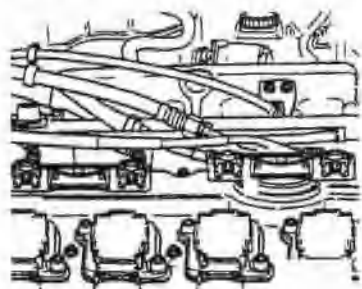
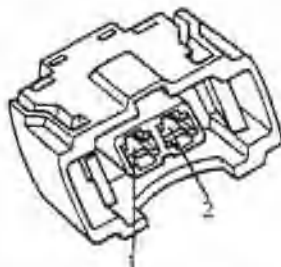

图 2.11 拔下喷油器的连接插头
图 2.12 将二极管检查灯与汽缸插头的触点 1 和接地点相连接
① 从点火线圈的功率终端极上拔下三针插头,拔下喷油器的连接插头,如图 2.11 所示。
② 将二极管检查灯 V.A.G1527 用测试辅助导线 V.A.G1594 连接到 1 缸插头的触点上。启动发动机,发光二极管必须闪烁,同时检查 1 缸喷油器的电压供应。按照上述方法,检查 2、3、4 缸的喷油器,然后关闭点火开关。
③ 如果发光二极管在所有汽缸喷油器检查中都不闪烁,应该继续进行检查,如图 2.12 所示,将二极管检查灯与汽缸插头的触点 1 和接地点相连接,启动发动机,发光二极管应该亮。如果发光二极管不亮,关闭点火开关。按照电路图检查二针插头触点 1 和燃油泵继电器之间的导线是否导通,电阻的最大值为 1.5Ω 。
④ 如果发光二极管在一个或多个汽缸喷油器的检查中闪烁,应该继续检查,将检测盒 V.A.G1598/22 连接到 ECU 线束中,检查二针插头的触点 2 分别与测试盒的插孔 73、80、58、65 之间的导线是否导通,电阻的最大值为 1.5Ω 。
⑤ 最后检查导线相互之间有无短路,允许值为 ∞ ;再检查各喷油器插头的触点 1 之间的导线是否导通,导线电阻的最大值为 1.5Ω 。